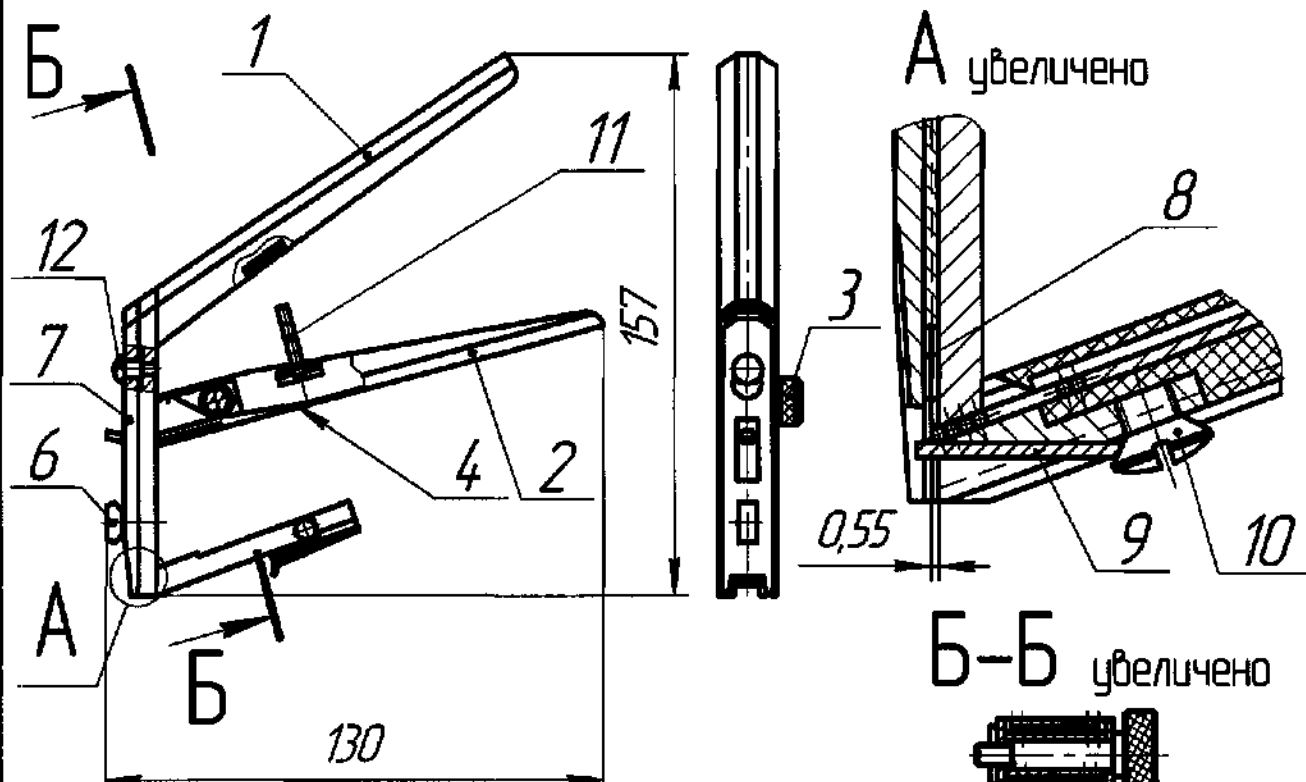

Рисунок 1. Сшиватель кожи хирургический многоразовый СКМ - 1.
6.1 Разборка сшивателя (рисунок 1)